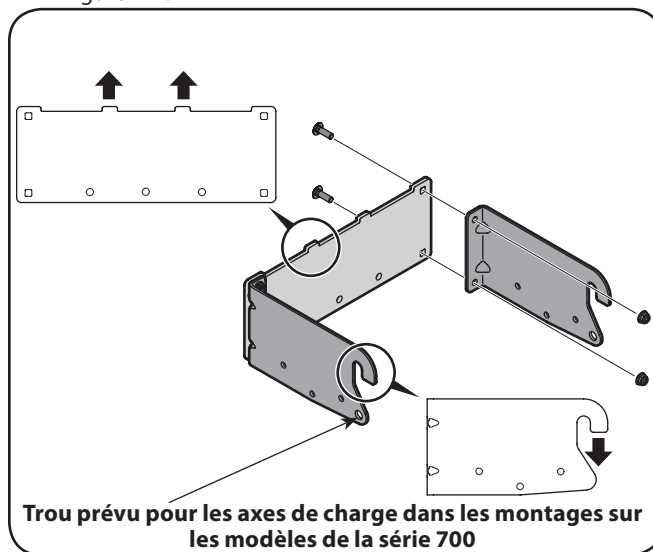

Figure 4-4
1. Attachez les deux supports de fixation d'attelage latéraux au support de fixation universel arrière à l'aide des quatre boulons à tête hexagonale et contre-écrous d'épaulement. Avec les crochets sur les supports de fixation d'attelage latéraux pointant vers le bas, les étiquettes des plateaux d'attelage devraient pointer vers le haut. Consultez la figure 4-4.
Remarque : Installez deux axes à épaulement à travers l'assemblage et fixez-les aux supports de fixation de série 700 installés plus tôt avec des goupilles à cliquer fournies dans le jeu de montage. Consultez à nouveau la figure 4-4.